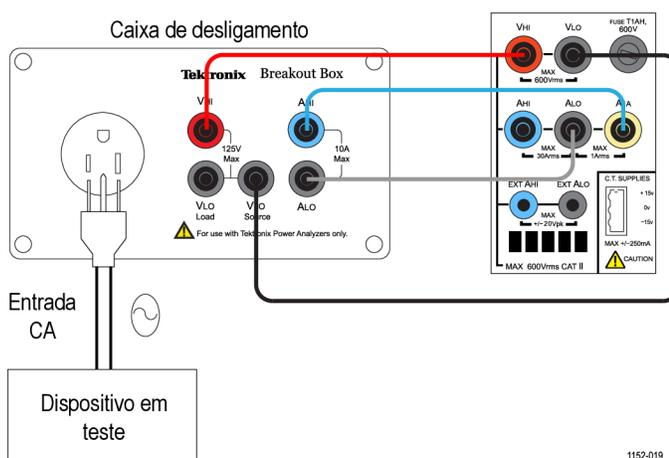

Figura 54: Diagrama de fiação para medição de energia em standby
- Conecte o DUT usando uma Caixa de desligamento Tekronix (BB1000) conforme mostrado no diagrama de fiação. (Consulte a figura 54.)